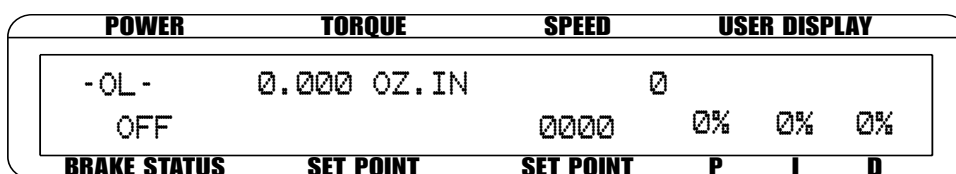

Figure 5-6 Affichage lors d'une alarme Puissance
- A. Lorsque la puissance mesurée dépasse la valeur maximale introduite, le message -OL- clignote à l’affichage du contrôleur (voir la figure 5-6) qui émet également une alarme acoustique (bip).